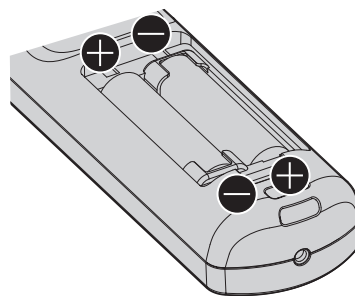

Fig. 2
- 2) **Inserire le batterie e chiudere il coperchio (inserire prima il lato \ominus). (Fig. 2)**